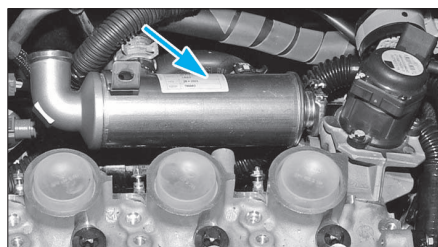

FIG. 58
- Dégager de la soupape EGR, son refroidisseur (Fig. 58).